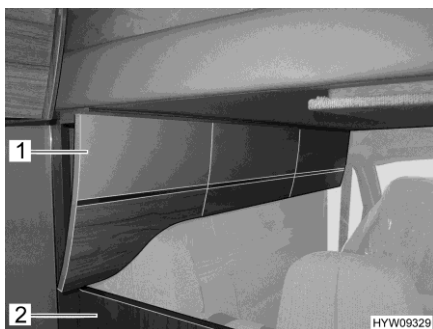
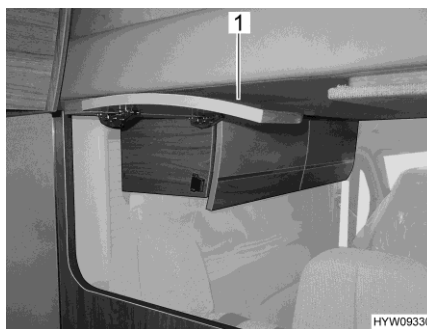

Fig. 68 Sportello mobile (posizione normale)
Fig. 69 Sportello mobile (ribaltato in alto)
- ▷ A seconda del modello, abbassando il letto basculante lo sportello mobile (Fig. 68,1) potrebbe urtare il divisorio inferiore (Fig. 68,2). In questi modelli, prima di abbassare il letto basculante è necessario ribaltare verso l'alto lo sportello mobile (Fig. 69,1).